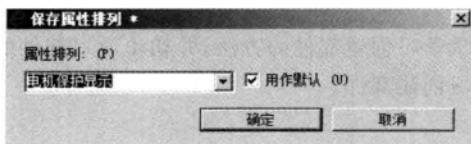

图 6-40 用作默认选项
② 此时修改“电机保护显示”配置或者其他配置，保存配置时保存名称覆盖“电机保护显示”，如图 6-40 所示。